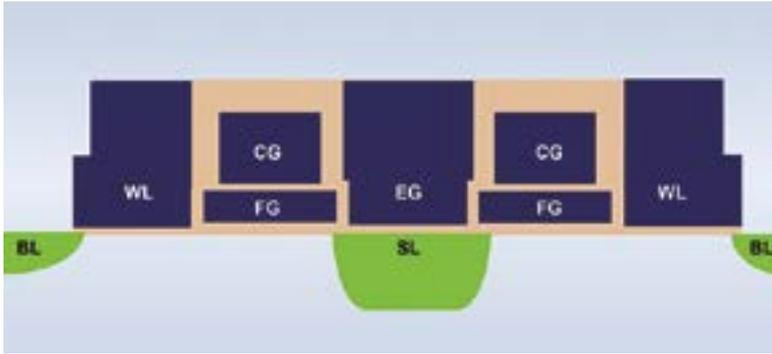

Figura 4. Celda SuperFlash ESF3.
Este concepto de memoria se basa en dos fundamentos: (a) La respuesta de la corriente eléctrica analógica de un transistor se basa en su tensión umbral (V_t) y en los datos de entrada, y (b) la ley de la corriente de Kirchhoff, que establece que la suma algebraica de las corrientes en una red de conductores que se encuentran en un punto es cero. También es importante entender la célula de bits fundamental de la memoria no volátil (NVM) que se utiliza en esta arquitectura de memoria multinivel. El diagrama siguiente (Figura 4) es una sección transversal de dos celdas de bits ESF3 (SuperFlash Embebida de 3ª Generación) con una puerta de borrado (EG) y una línea de origen (SL) compartidas. Cada celda de bits tiene cinco terminales: Puerta de control (CG), línea de trabajo (WL), puerta de borrado (EG), línea de origen (SL) y línea de bits (BL). La operación de borrado de la celda de bits se realiza aplicando una tensión alta en EG. La operación de programación se realiza